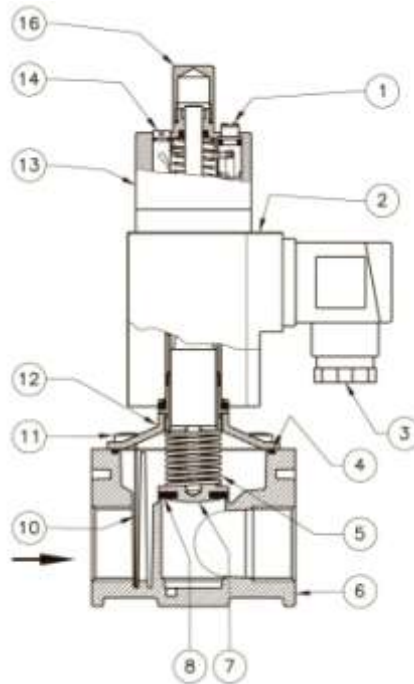

Рис. 1
- **DN 15 ÷ DN 25:** (см. рис. 1) при помощи ключа отпустить винт крепления электромагнитной катушки (12) и снять катушку (11). Отпустить винты крепления крышки (9) и снять крышку (10) с корпуса клапана (4). Проверить состояние затвора (5), прочистить или, при необходимости, заменить манжету затвора (6). Продуть фильтрующий элемент (8) (при его наличии), не извлекая его из корпуса клапана. Затем собрать клапан, выполняя обратную последовательность действий.
Клапан (рис. 1) состоит: винт регулировки скорости открытия (1); электромагнитная катушка (2); электрический коннектор (3); прокладка (4); пружина (5); корпус (6); затвор (7); манжета затвора (8); фильтрующая сетка\* (10); винт (11), крышка (12), гидравлический тормоз (13), колпачок тормоза (16).